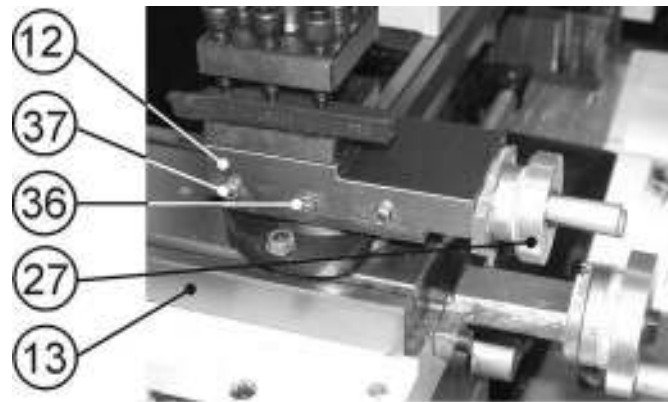

Рис. 3
9.1. Регулировка перемещения поворотного суппорта (Рис. 3,4)